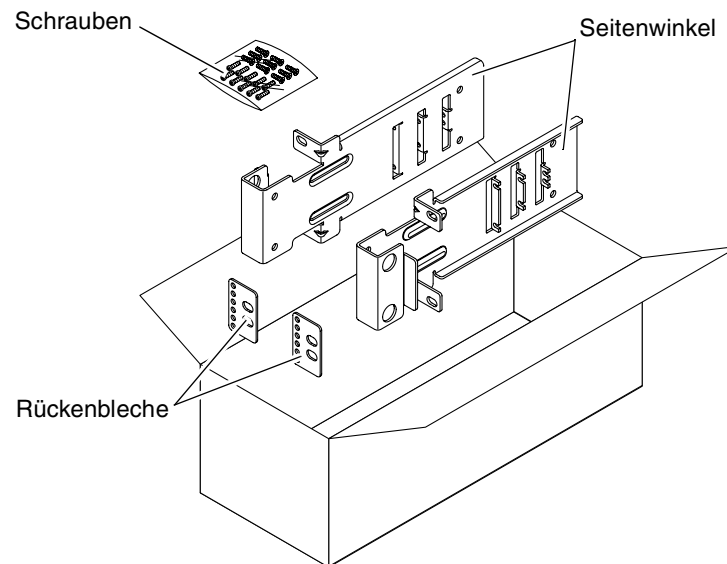

ABBILDUNG 3-30 Inhalt des Montagesatzes für den Festeinbau in ein 19-Zoll-Rack mit zwei Stützen
1. Nehmen Sie die Seitenwinkel aus dem Montagesatz (ABBILDUNG 3-30).
5. (Optional) Verwenden Sie bei der Installation in einer erschütterungsreichen Umgebung die Rückenbleche, um den Server zusätzlich am Rack zu befestigen (ABBILDUNG 3-30).